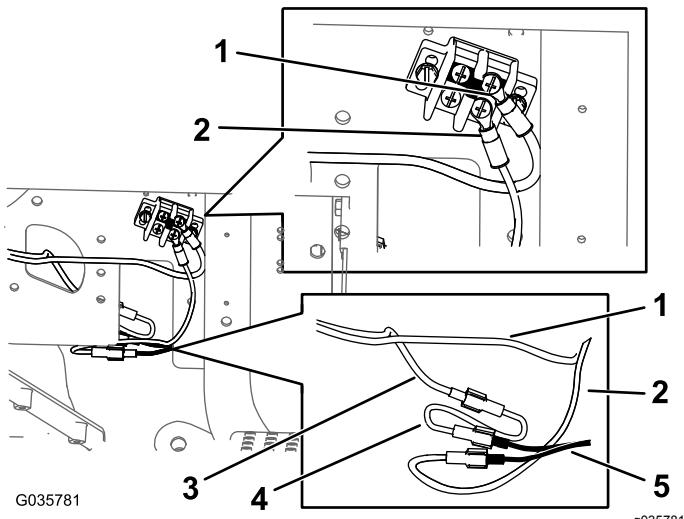

Figura 15
- Instale el terminal de anillo del arnés de cables y el arnés del adaptador a tierra al bloque de terminales a tierra (Figura 15).
- D. Conecte el arnés del adaptador de potencia al arnés de cables (Figura 15).